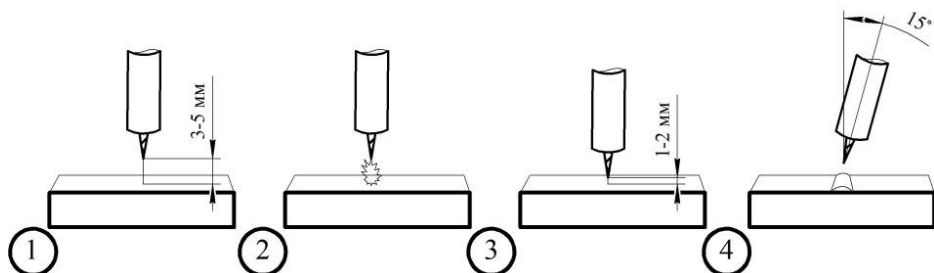

Рис. 7.6.1. Высокочастотный поджиг дуги.
Высокочастотный поджиг (HF) позволяет зажечь TIG дугу без касания к изделию. Основное преимущество в том, что при зажигании дуги в основном металле не остается вольфрамовых включений (См. рис. 7.6.1).